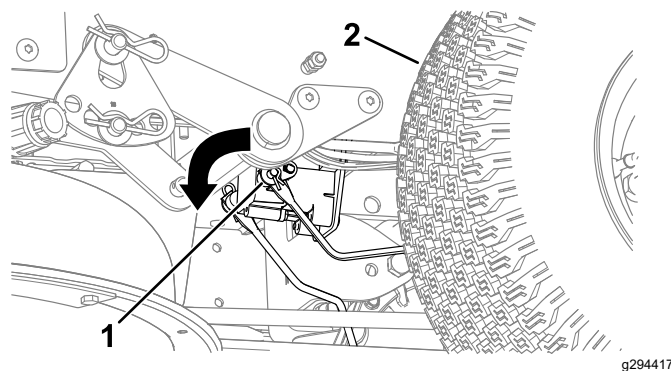

Figura 54
3. Localize o veio no travão elétrico onde os braços de articulação do travão estão ligados (Figura 54).